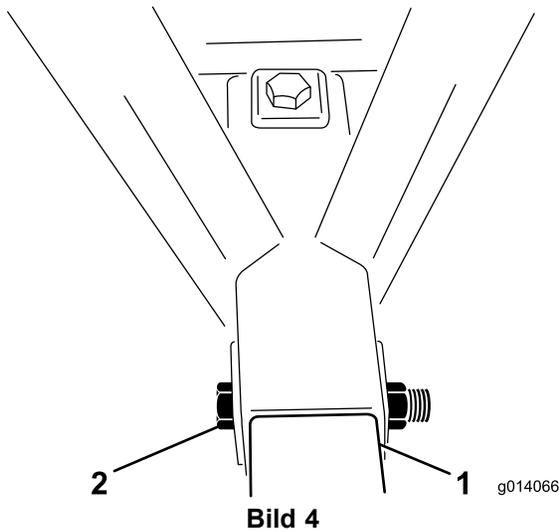

Bild 4
- Setzen Sie eine Schraube (1" x 6-1/2") durch den Rahmen und das Anbauvorrichtungsrohr und setzen Sie die Sicherungsmutter ein (Bild 4).
- Setzen Sie die zweite Schraube (1" x 6-1/2") durch die Oberkante des Rahmens und durch das Anbauvorrichtungsrohr. Setzen Sie die Sicherungsmutter ein (Bild 4):